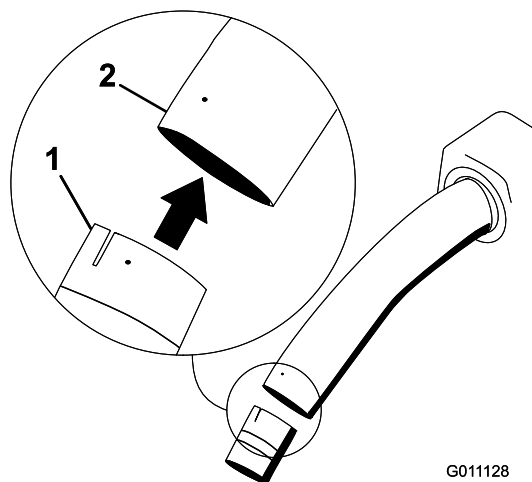

Рисунок 25
8. Установите узел средней и нижней трубки в верхнюю трубку (Рисунок 25).